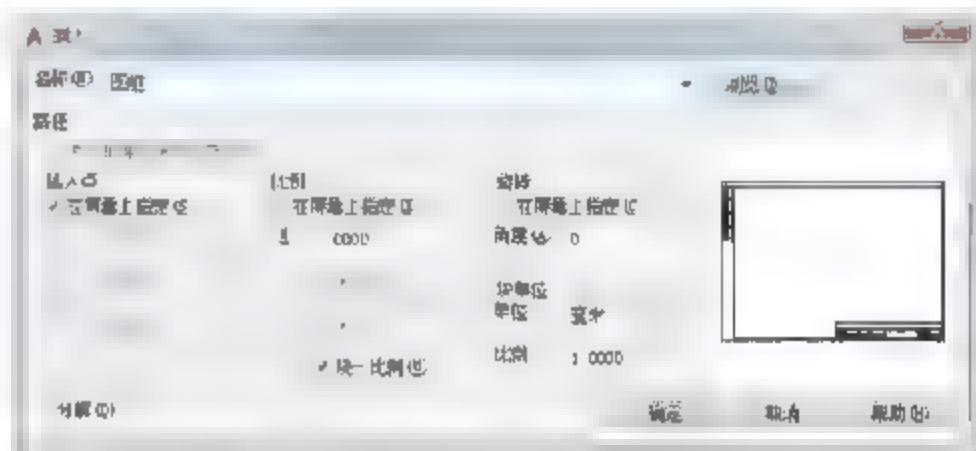

图14-30 【插入】对话框
**01** 调用I【插入】命令，在弹出的【插入】对话框中选择【图框】图块，如图14-30所示。